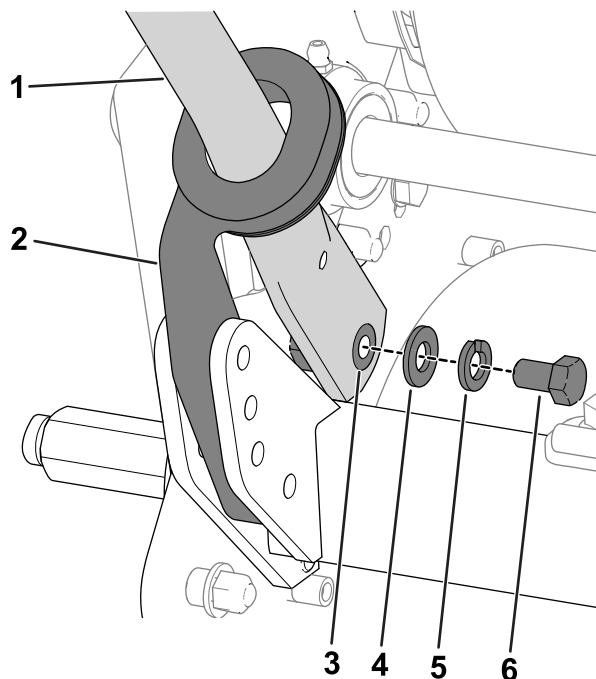

图4
- 向内挤压手柄端部并将其安装到安装销上图4。
- 用之前卸下的螺栓 $\frac{5}{16}$ 英寸、垫圈和锁紧垫圈将手柄固定到安装销上图4。